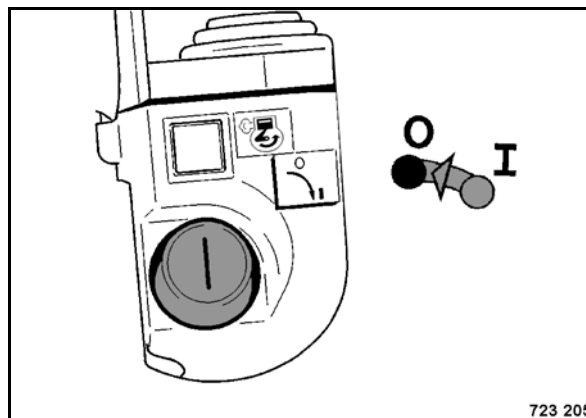

Рис. 69
- Выключить переключатель (Рис. 69) ключом зажигания.